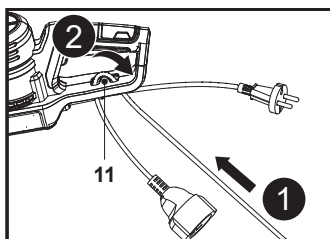

Fig. 2
1. Îndoiaie înapoi cablul prelungitor la aproximativ 20 cm de capăt și introdu bucla prin gaura suportului de cablu (11), apoi prinde bucla peste cârlig (Fig. 2, pașii 1 și 2).